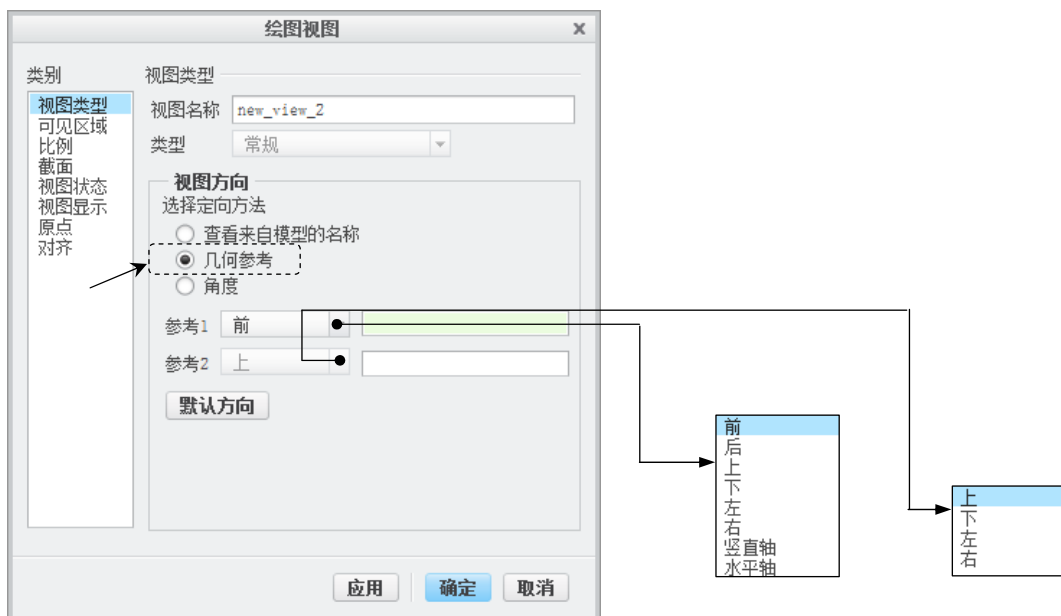

图 3.4.5 “绘图视图”对话框（二）
(1) 定义放置参考 1。
① 在“绘图视图”对话框中,选取 **类别** 区域中的 **视图类型** 选项;在对话框的 **视图方向** 区域中,选中 ☒ **几何参考** 单选项,如图 3.4.5 所示。